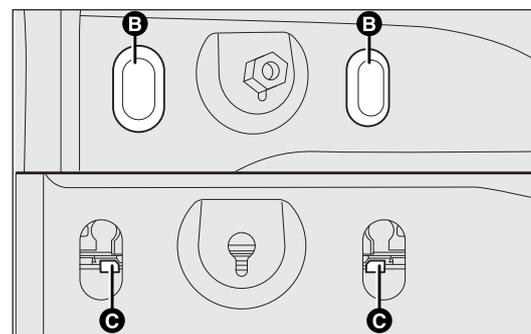

fig. 159a
- pour les versions avec portes battantes, enlever les bouchons en caoutchouc B-fig. 159a, agir sur les ailettes C de retenue et extraire le groupe ;